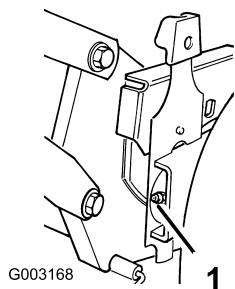

Figure 24
2. Essuyez les graisseurs à l'aide d'un chiffon propre (Figure 24).